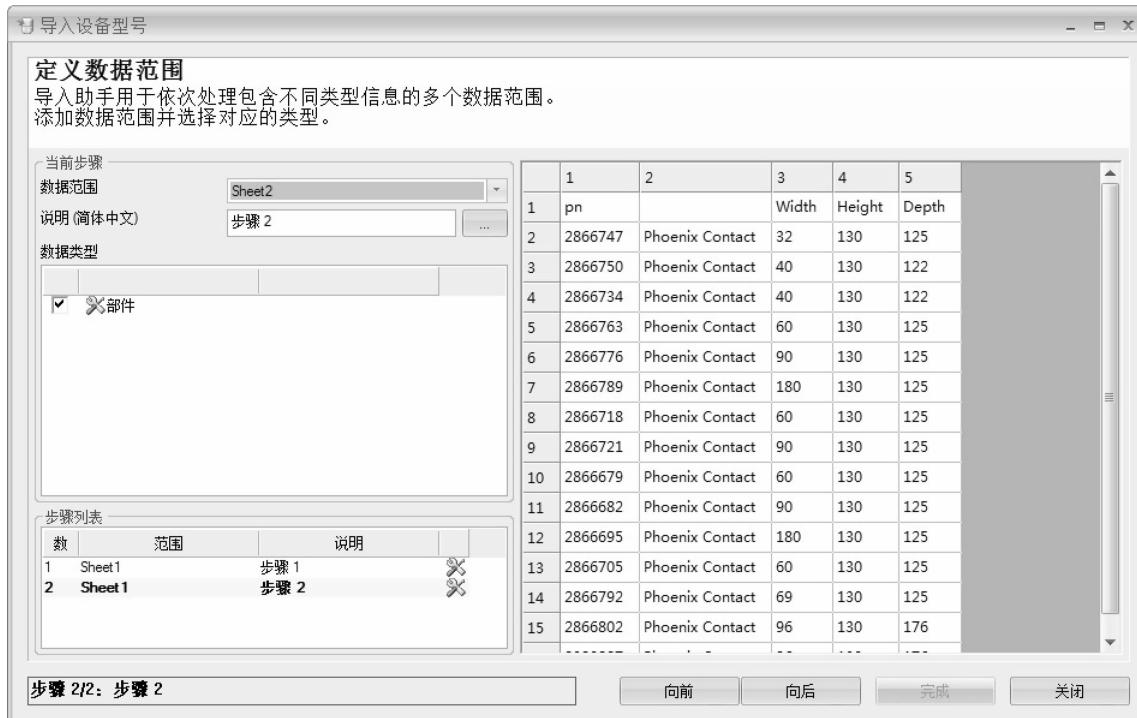

图 5-3 添加数据导入步骤
**步骤7 添加数据导入步骤** 单击【添加数据导入步骤】，单击【确定】。更改【数据范围】为【Sheet2】，单击【向后】，如图 5-3 所示。更改标题行数，显示标题行设置为【1】，单击【向后】。表格中匹配的域设置如下：